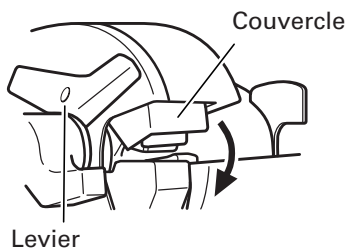
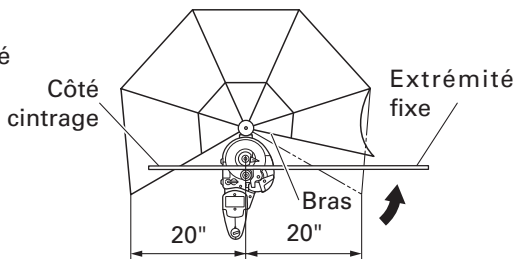

Fig. 16
Fig. 20
- **Vérifier impérativement que le couvercle du couteau est refermé lorsqu'on ne se sert pas de l'outil pour un travail de coupe. Si le couvercle reste ouvert, le couteau risque de se coincer dans des corps étrangers et de provoquer des blessures graves. (Fig. 16)**
- **Eviter tout travail de coupe dépassant les capacités maximales de l'outil données dans les spécifications. Ne jamais couper de matériaux durs, par exemple du béton préfabriqué (PC) ou de l'acier. Ce genre de matériaux risque de se fendre en éclats et de provoquer des blessures.**
- **Installer la protection anti-flèche avec des barres béton de 20" (dimension intérieure de la protection anti-flèche) ou moins pour protéger les personnes autour de la cisailleuse/cintreuse au cas où la barre béton se briserait en éclats et dévierait pendant le cintrage. (Fig. 20)**
- (2) Bien installer la protection anti-flèche pour cintrer des barres béton d'une longueur de cintrage de 20" (dimension intérieure de la protection anti-flèche) ou moins et d'une longueur de fixation supérieure à 20". Dans ce cas, amener le bras sur le côté fixation, comme indiqué ci-dessous. (Fig. 20)
- (3) Retirer la protection anti-flèche pour cintrer des barres béton d'une longueur de cintrage et d'une longueur de fixation supérieures à 20" (dimension intérieure de la protection anti-flèche).